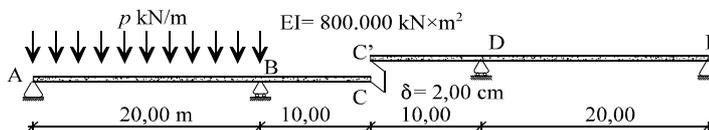

Figura 15
15) La viga de la figura 15 se construye en dos tramos, ABC y C'DE, que después se unen. Sin embargo, por un error de construcción, el punto C' está δ cm más alto que el C (ver figura). Para corregir este error se hace subir el punto C hasta C' cargando el vano AB con una cierta sobrecarga uniforme p. A continuación, cuando C coincide con C', se unen ambos tramos y se consigue la continuidad en C-C' (si bien quedará ahí un punto anguloso). Finalmente se retira la sobrecarga p que actuaba sobre AB. Se pide:
a) Determinar el valor de la sobrecarga p que hay que aplicar para elevar C la cantidad δ indicada en la figura 15.